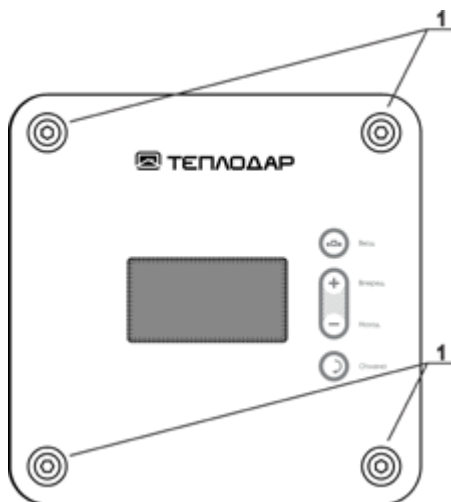
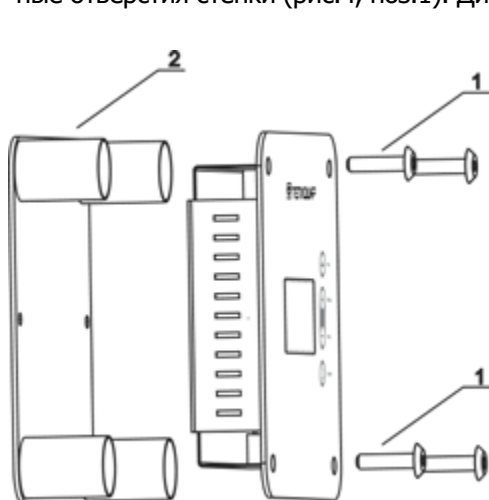
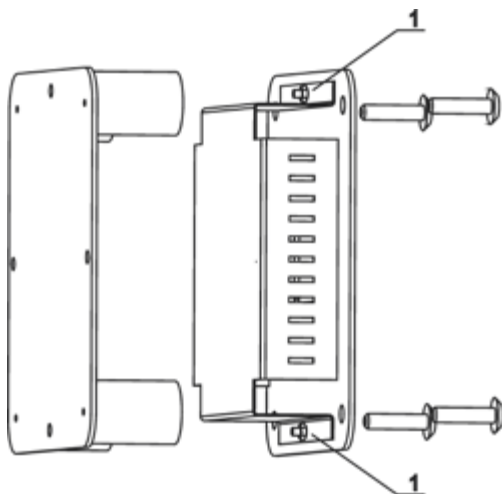
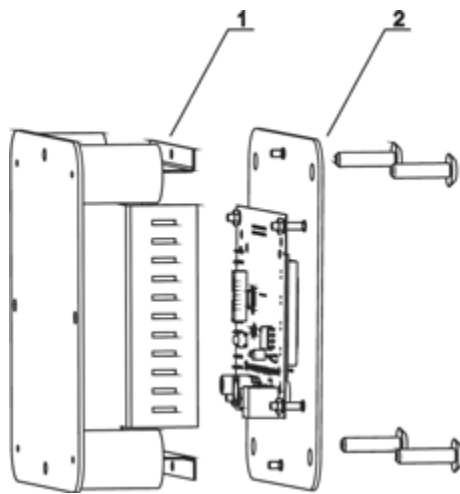

Рисунок 2 Внешняя панель Comfort AIR+
Рисунок 3 Панель управления Comfort AIR+
Рисунок 8 Внешняя панель
Рисунок 9 Внешняя панель
- Шестигранным ключом 4мм открутить винты (рис.2, поз.1)
- Вынуть винты и снять заднюю стенку корпуса панели управления (рис.3, поз.2)
- Открутить гайки М6 (рис.8, поз.1)
Сдвинуть крышку платы панели (рис.9, поз.1)
Собрать внешнюю панель в обратной последовательности (рис.9, поз.1; рис.8, поз.1; рис.3, поз.2 и рис.2, поз.1).